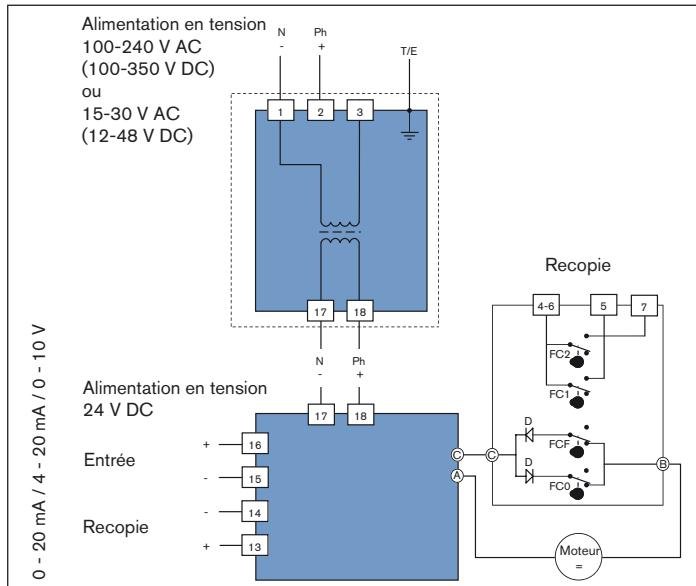

Fig. 21 : Schéma électrique
- Raccordez le câble conformément au schéma électrique (voir « Fig. 21 ») au bornier pos. 14 de la carte d'alimentation en tension.